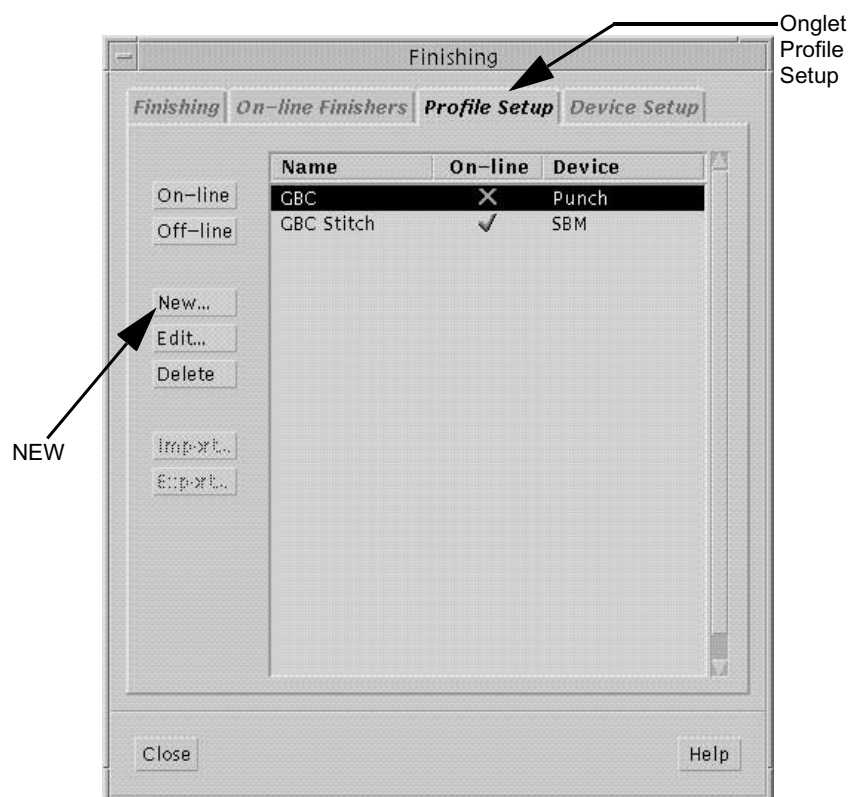

Figure 1-10: L'écran de l'onglet Profile Setup
- 8 Cliquez sur l'onglet Profile Setup, comme illustré dans la Figure 1-10, puis cliquez sur le bouton NEW.